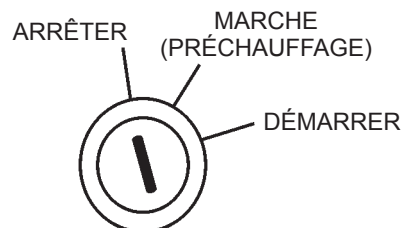

Figure 55. Commutateur d'allumage (urgence)
1. Placer les disjoncteurs **principal, G.F.C.I. et aux.** (Figure 55) dans la position d'arrêt **OFF**.
2. Tourner la clé de contact (Figure 55) à la position d'arrêt **STOP**.